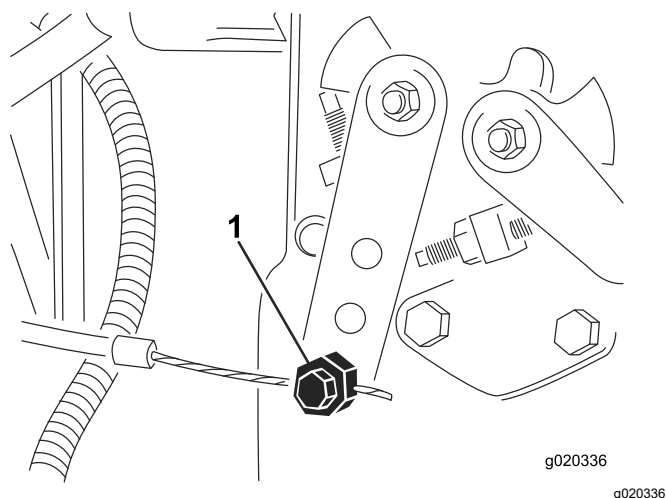

Figura 75
3. Afloje el conector del cable del acelerador en la palanca de la bomba de inyección (Figura 75).